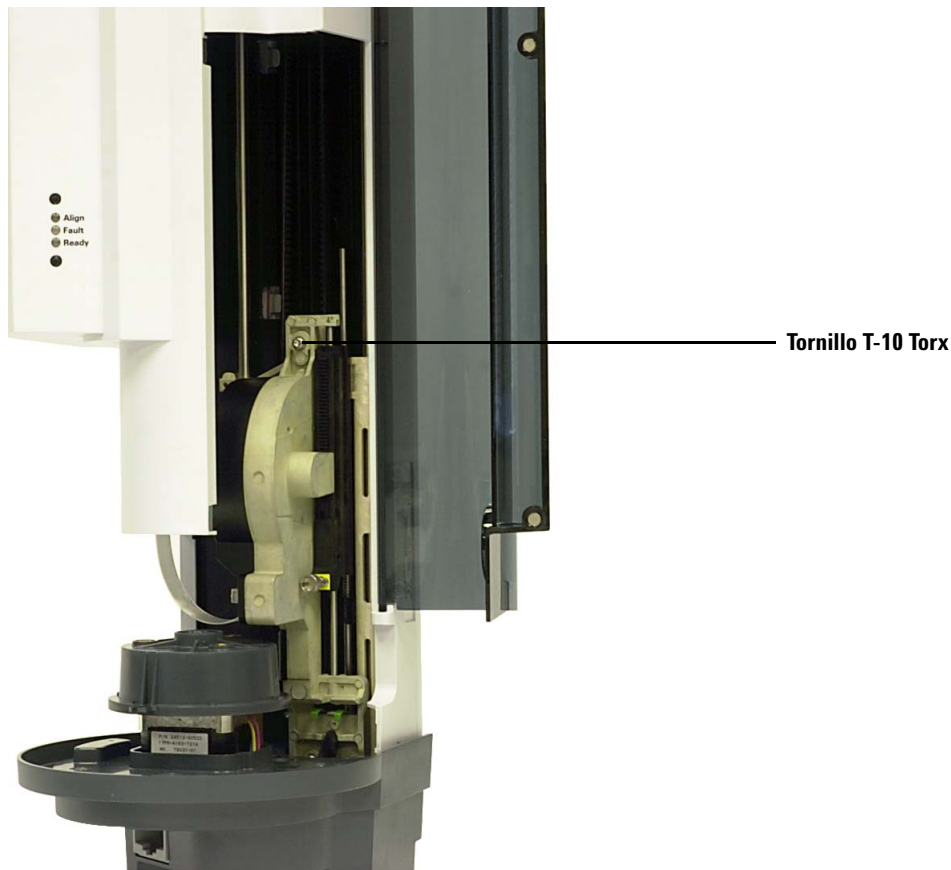

Figura 103 Extracción del tornillo T-10 superior del conjunto del soporte de la jeringa
- 7 Afloje por completo y extraiga el tornillo T-10 Torx en la parte superior del conjunto del soporte de la jeringa (Figura 103).